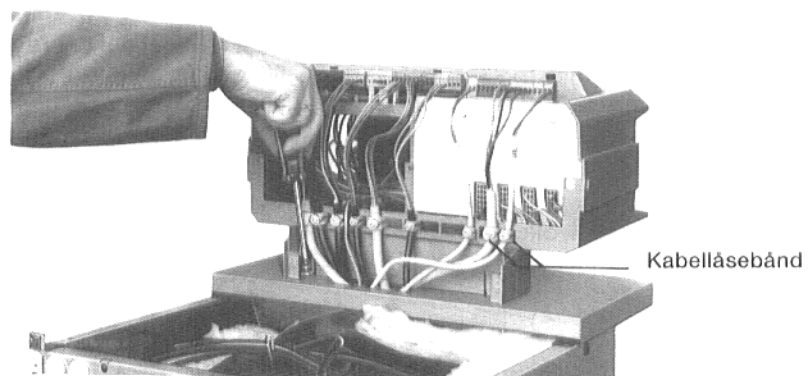

Fig. 18 – Prinsippbilde
9.7 Kontrollpanelsokkelen festes fra innsiden av kabelgjennomføringen med metallskruer på venstre og høyre side mot kjelens fremre topp-plate (Fig. 18).
9.9 Når kablene er lagt inn festes kabel-låsebåndene i låsebåndrammen og festes med skrue (Fig. 18).